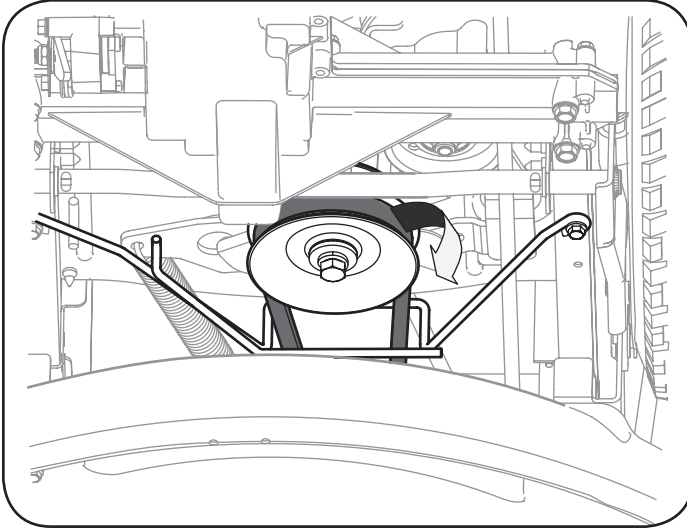

Figura 38
3. Extraiga la correa de alrededor de la polea de la PTO del tractor. Vea la Figura 38.
3. Extraiga la correa de alrededor de la polea de transmisión de la PTO de la unidad como se indica en la Figura 38. Simplemente deje rodar un lado de la correa para que salga de la polea y luego debe seguir sacándola todo alrededor de la polea hasta que se suelta de la polea.
4. Lleve la correa hacia el frente de la unidad, jalándola a través y hacia afuera de la ménsula del guardacorrea, como se indica en la Figura 38.
8. Pase la correa de la plataforma a través de la ménsula del guardacorrea y colóquela alrededor y sobre la polea de transmisión de la PTO, como se indica en la Figura 38.